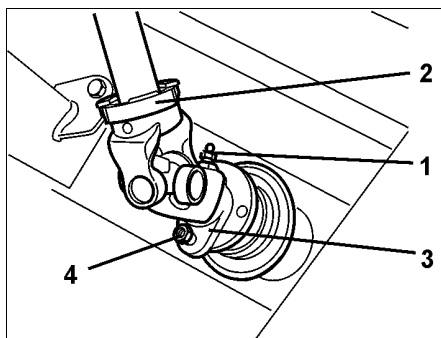

Рис. 60
- Входящие в объем поставки отдельные болты 8 x 30, DIN 931, 8.8 являются **запасными срезными болтами** (Рис. 60/4) для крепления насадной вилки карданного вала на фланце входного вала редуктора. Карданный вал надевайте на входной вал редуктора смазанным консистентной смазкой.